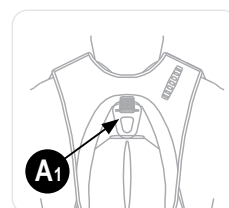

Figure 17
- Connectez le mousqueton de la longe avec absorbeur d'énergie au point d'attache antichute marqué A₁ (voir Figure 17). A₁ est le seul point d'attache qui fonctionne avec la fonction de sauvetage du MSA PRD.